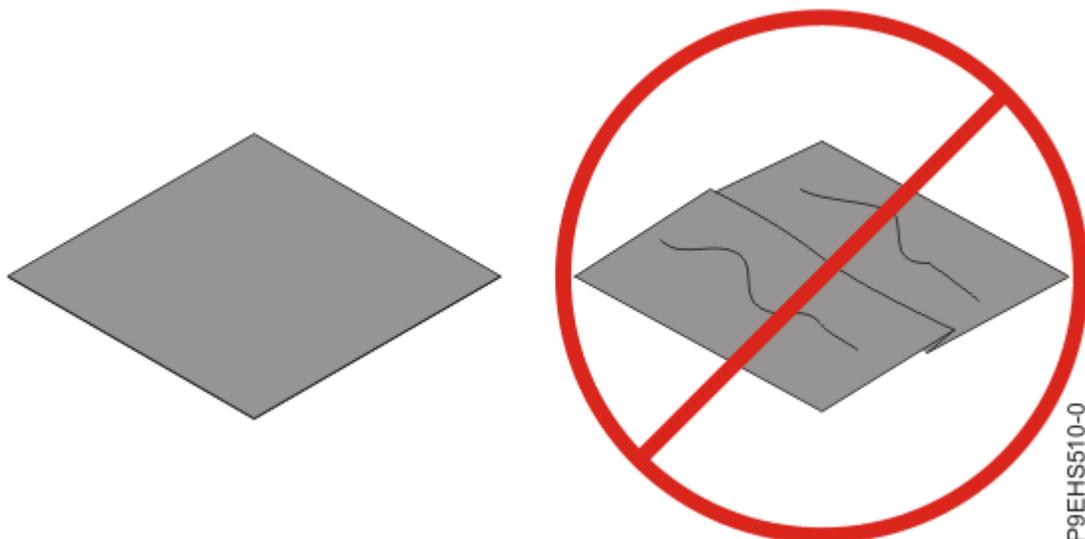

図 156. 熱伝導材料の検査
6. 熱伝導材料 (TIM) を調べて、目に見える損傷がないか確認します (174 ページの図 156 を参照)。折り目、裂け目、曲がりが見られたり、TIM に疑念を覚えたりする場合は、TIM を取り替えてください。